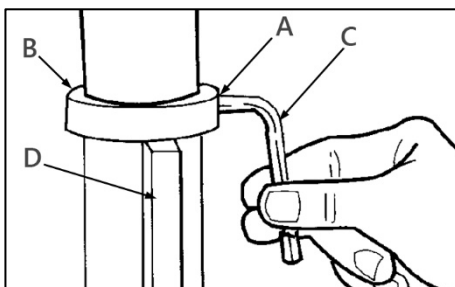

Рисунок 4.
Ослабьте установочный винт (A) (рис. 4) на зажимном кольце (B) при помощи шестигранного ключа 3 мм (C), снимите кольцо (B) и зубчатую рейку (D) с колонны.
Установите зажимное кольцо (B) (рис. 4), затяните установочный винт (A) при помощи шестигранного ключа 3 мм (C), чтобы зубчатая рейка (D) могла перемещаться при повороте стола влево или вправо вокруг колонны, кольцо должно сидеть на зубчатой рейке свободно, перпендикулярно вертикальной оси. Затяните установочный винт таким образом, чтобы удерживать кольцо на месте. При слишком сильной затяжке деталь может сломаться.